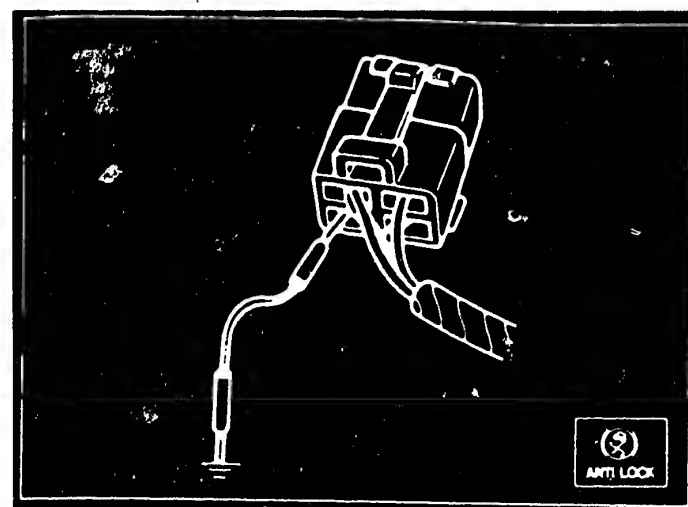

Bild 21 Das Prüfen der ABS-Warnleuchte durch an Masselegen der Klemme LY.
- die Klemme LY des Prüfsteckers mit einem Kabel an Masse zu schliessen (Bild 21).